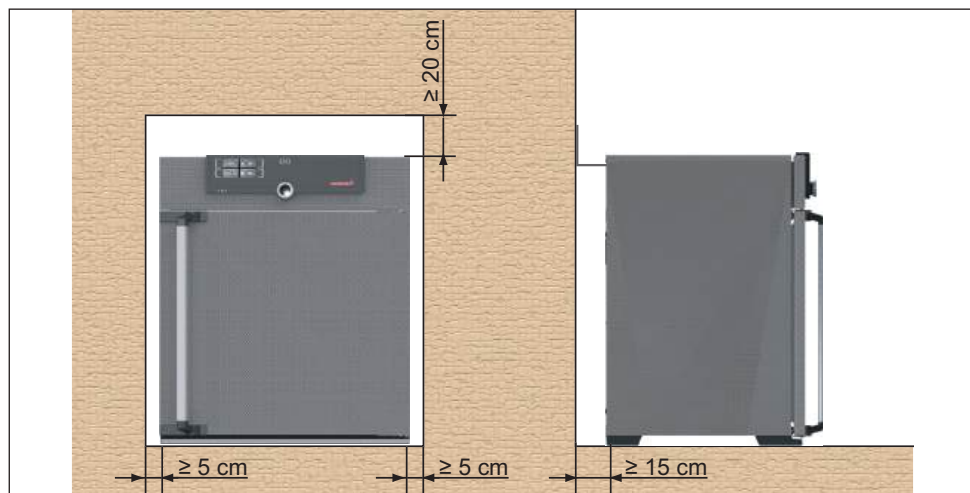

Fig. 8 Distancias mínimas respecto a las paredes y el techo
La separación entre la pared y la parte posterior del equipo deberá ser como mínimo de 15 cm. La distancia hasta el techo debe ser como mínimo de 20 cm y la distancia de los laterales a la pared o al equipo contiguo de al menos 5 cm (Fig. 8). En general, deberá garantizarse una circulación de aire suficiente en el entorno del equipo.
2. Doble la protección antivuelco hacia arriba 90° con la distancia deseada hasta la pared (tenga en cuenta la distancia mínima, véase Fig. 8).